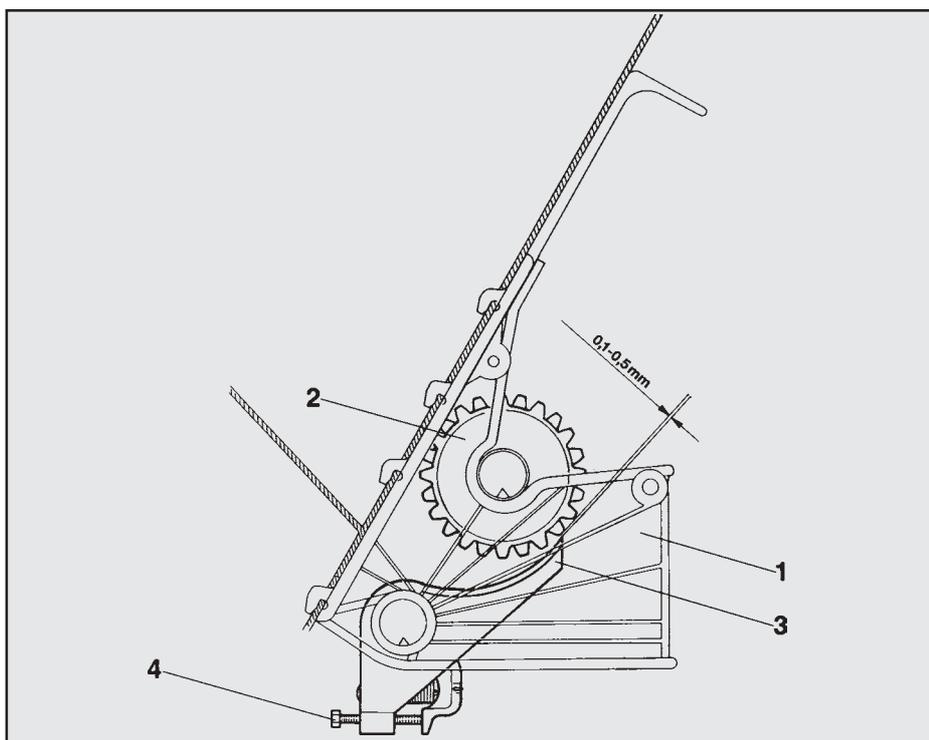

Рис. 130
- 2) Проверить, соблюдается ли предписанное расстояние от 0,1 мм до 0,5 мм (смотри рис. 130) между языком (рис. 130/3) и высевającej катушкой (рис. 130/2) в каждом высевающем аппарате. При этом проверяемый высевающий аппарат необходимо вращать вручную на высевающем вале.
- 3) При отклонениях предписанное расстояние устанавливать при помощи рессорного подвесного болта (рис. 130/4).